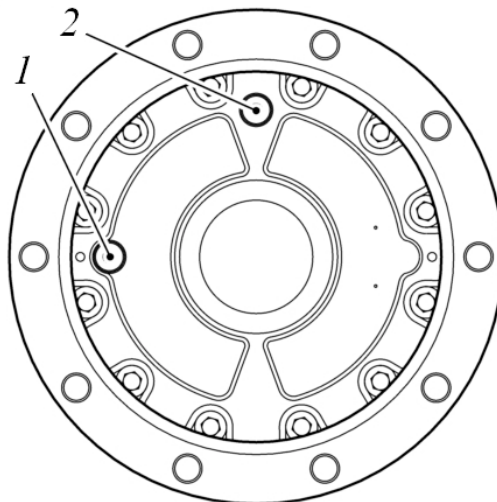

Рисунок 5.49. Процедура замены масла в бортовом редукторе (шаг 2)
- ▶ Двигая машину назад и вперед, установить редуктор в позицию, когда отверстие 1 находится горизонтально справа или слева от центра редуктора, а отверстие 2 будет располагаться выше от центра редуктора (практически вертикально), см рис. 5.49.
- ▶ Через наливное отверстие 2, рис. 5.49, заправить в редуктор свежее масло. Заправку производить до момента пока из контрольного отверстия 1, рис. 5.49, не начнет вытекать масло. Объем и наименование заправляемого масла см. п. **Заправочные объемы смазочных материалов.**